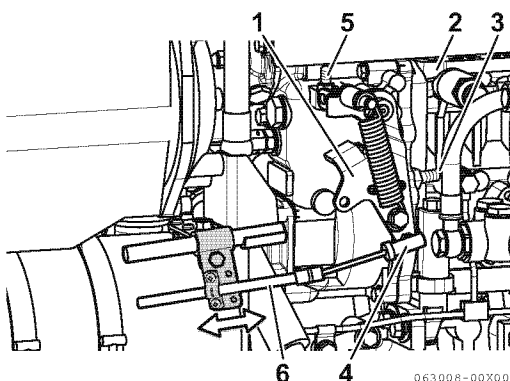

Figure 10
1. Pour ajuster, desserrez la vis d'ajustement (**Figure 10, (4)**) pour le câble de la commande à distance sur le côté du moteur et ajustez.
2. Ajustez en premier l'arrêt de haute vitesse (**Figure 10, (5)**) la position, puis ajustez l'arrêt de basse vitesse (**Figure 10, (3)**) avec la vis d'ajustement sur le levier de la commande à distance (**Figure 10, (1)**).